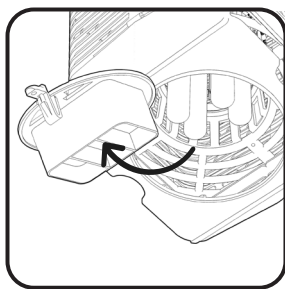

Fig. 2
4. Soulevez la grille pour accéder à l'ampoule. (Fig. 2)